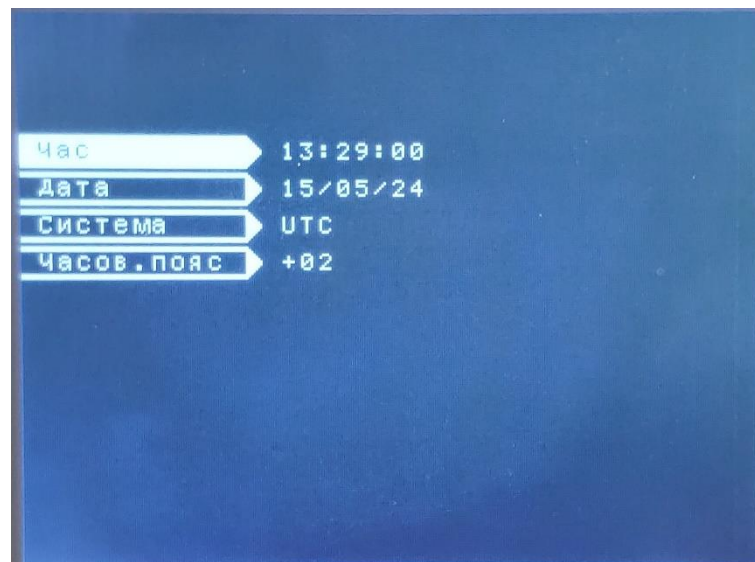

Рисунок 24 – Розділ «Дата і час»
4. «Дата і час» - розділ призначений для встановлення дати і часу: «ОРИОН» АПК ОІ ТХ (див. рисунок 24).